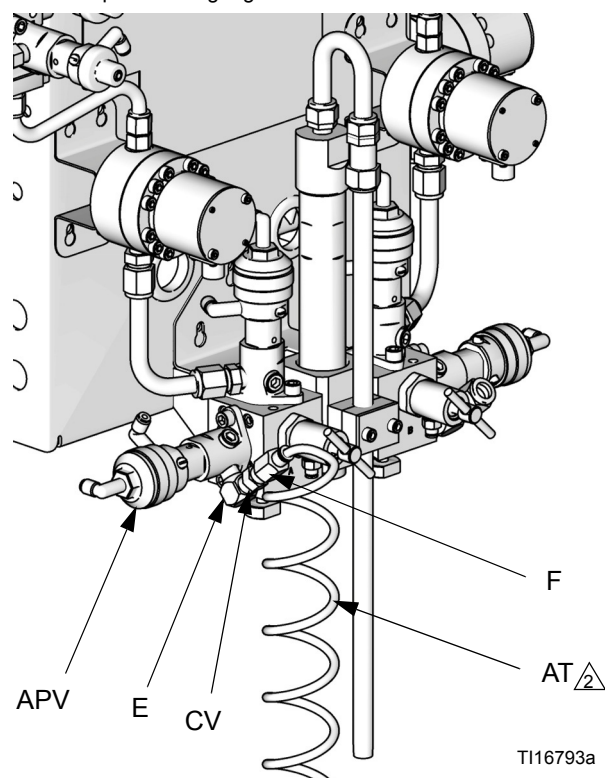

ABB. 9. Spülluftzufuhrleitung und Rückschlagventil
5. Siehe ABB. 9. Bauen Sie das mitgelieferte Winkelstück (E), das Rückschlagventil (CV) und das Rohranschlussstück (F) in den Einlass des Luftspülventils (APV) ein. Verwenden Sie das im Lieferumfang enthaltene Luftspülrohr (AT) mit einer Länge von 7,6 m (25 Fuß) und einem Außendurchmesser von 6 mm (1/4 Zoll), um eine saubere und trockene Luftverbindung zum Anschlussstück (F) am Luftspülventileinlass herzustellen. Installieren Sie die Filter/Trockner nach Bedarf.